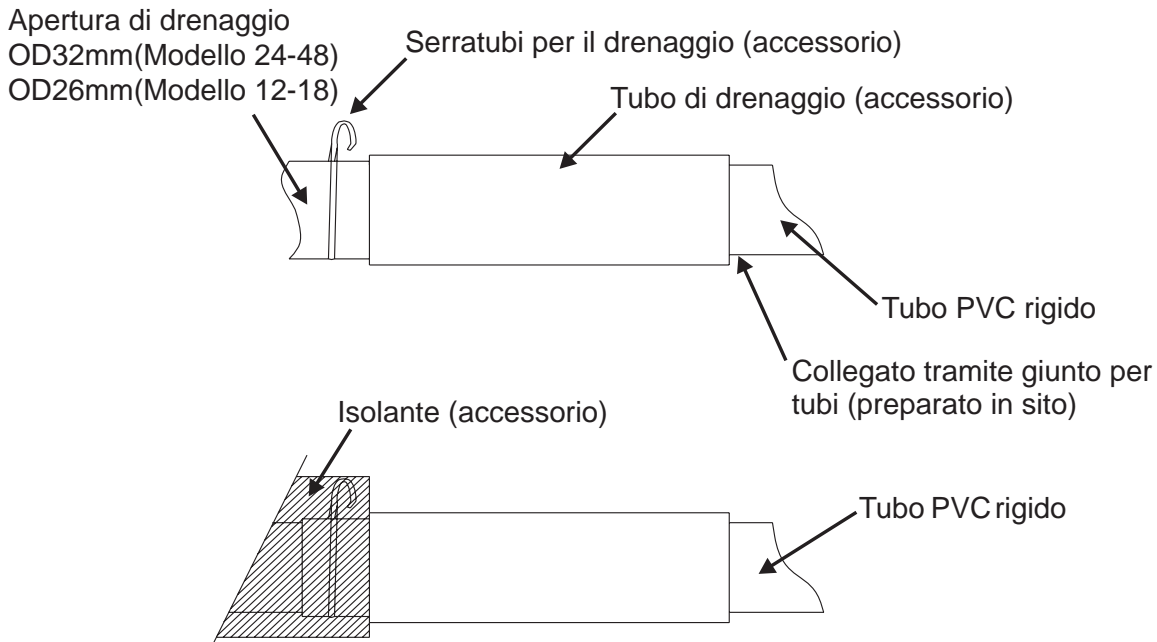

Fig.10
3. Inserire il raccordo di drenaggio fino a collegarlo bene alla porta di drenaggio e fissarlo poi saldamente con il serracavo (preparato in sito) (Fig.10)
4. Dopo aver controllato il drenaggio, avvolgere il raccordo di drenaggio con l'isolante e fermagli (preparato in sito). (Fig.10)